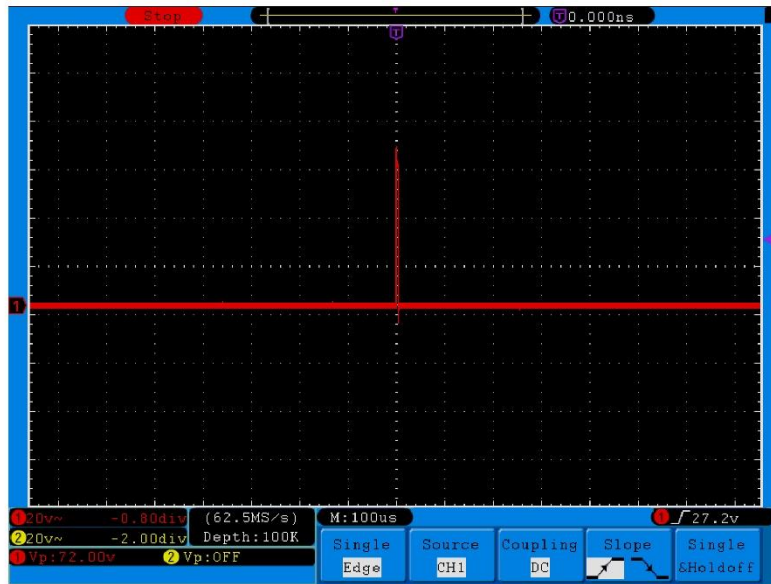

Fig. 80 Captura de una única señal
15. Si el **indicador de estado del disparo** en la parte superior de la pantalla no indica **Ready**, pulse el botón **Run/Stop** y empezar el registro, esperando la aparición de la señal en conformidad con las condiciones de disparo. Cuando una señal alcanza el nivel de disparo establecido, se realizará un muestreo y, luego, se mostrará en pantalla. Con esta función, cualquier hecho aleatorio se puede capturar de forma sencilla. Por ejemplo, si queremos encontrar un pulso de gran amplitud, ajuste el nivel de disparo un poco más alto que el nivel de señal normal y, luego, pulse el botón **Run/Stop** y espere. Si se produce un pulso, el dispositivo se disparará de forma automática y registrará la forma de onda generada durante el periodo alrededor del tiempo de disparo. Use la perilla **HORIZONTAL POSITION** del área de control horizontal de la posición de disparo para obtener el retraso negativo, haciendo una observación fácil de la forma de onda antes de que se produzca el pulso (observe **fig. 80**).